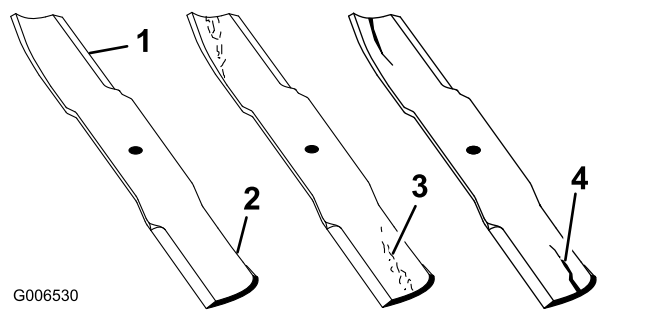

Figure 48
1. Examinez le tranchant des lames (Figure 48).
4. Remplacez immédiatement toute lame fendue, usée ou qui présente une entaille (Figure 48).